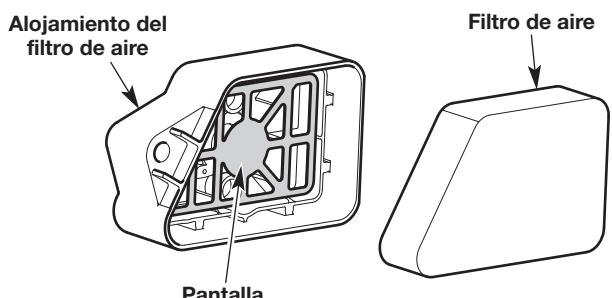

Fig. 18
2. Extraiga el filtro de aire (Fig. 18).
6. Vuelva a instalar el filtro de aire (Fig. 18).
NOTA: Asegúrese de que la pantalla de metal esté asentada en el alojamiento del filtro de aire antes de reinstalar el filtro de aire (Fig. 18).